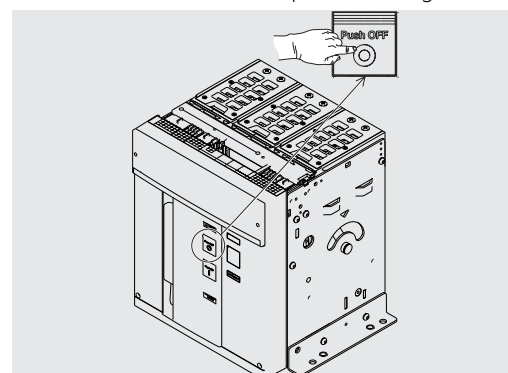

Figure 79
6. Fermeture - Appuyer sur le bouton d'ouverture "O - Push OFF" comme indiqué dans la Figure 79.